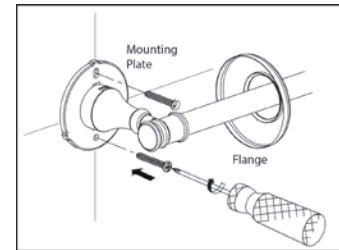

Fig.4
3. Push the plastic anchors provided into the holes until flush with the wall. Then, screw the product(s) directly to the wall with the screws provided, Fig. 4. Do not over-tighten the screws.
3. Pousser les ancrages en plastique fournis dans les trous jusqu'à ce qu'ils soient au même niveau que le mur. Ensuite, visser les produit directement au mur avec les vis fournies (fig. 4). Ne pas trop serrer les vis. Remarque : des boulons populaires ou à ailettes peuvent être requis pour les murs creux. (non compris)
3. Empuje las anclas de plastic en los hoyos hasta que no sobresalen de la pared. Luego, atornille el (los) producto (s) directamente a la pared con los tornillos suministrados, Fig. 4. No apreta en exceso.